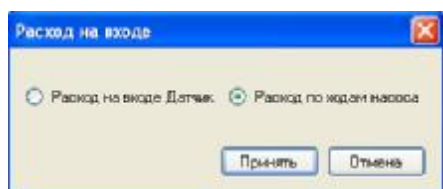

Рисунок 21. Окно «Расход на входе»
**Кнопка «Расход на входе».** Эта кнопка выводит на экран компьютера окно «Расход на входе» (смотри рисунок 21). В системе согласно ТТ расход на входе может рассчитываться по ходам насоса или быть передан в программу с датчика. В этом окне можно сделать выбор источника сигнала. Для принятия выбора необходимо нажать кнопку «Принять».